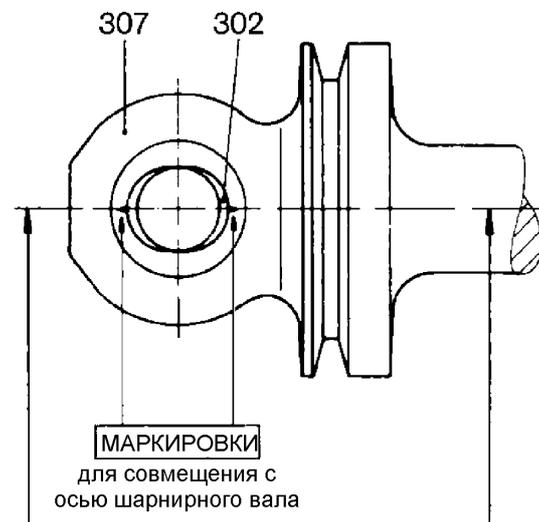

Рис. 7: Запрессовка шарнирной втулки
- Наполовину забить втулку для шарнирного болта (303) в ротор (401) в съемный вал (125) с помощью латунной оправки.
- Запрессовать шарнирную втулку (302) в шарнирный вал (307) так, чтобы продольная ось овального отверстия (отмечена двумя насечками) совпала с продольной осью шарнирного вала (307). Шарнирная втулка должна равномерно с обеих сторон выступать из шарнирного вала (см. рис. 7).